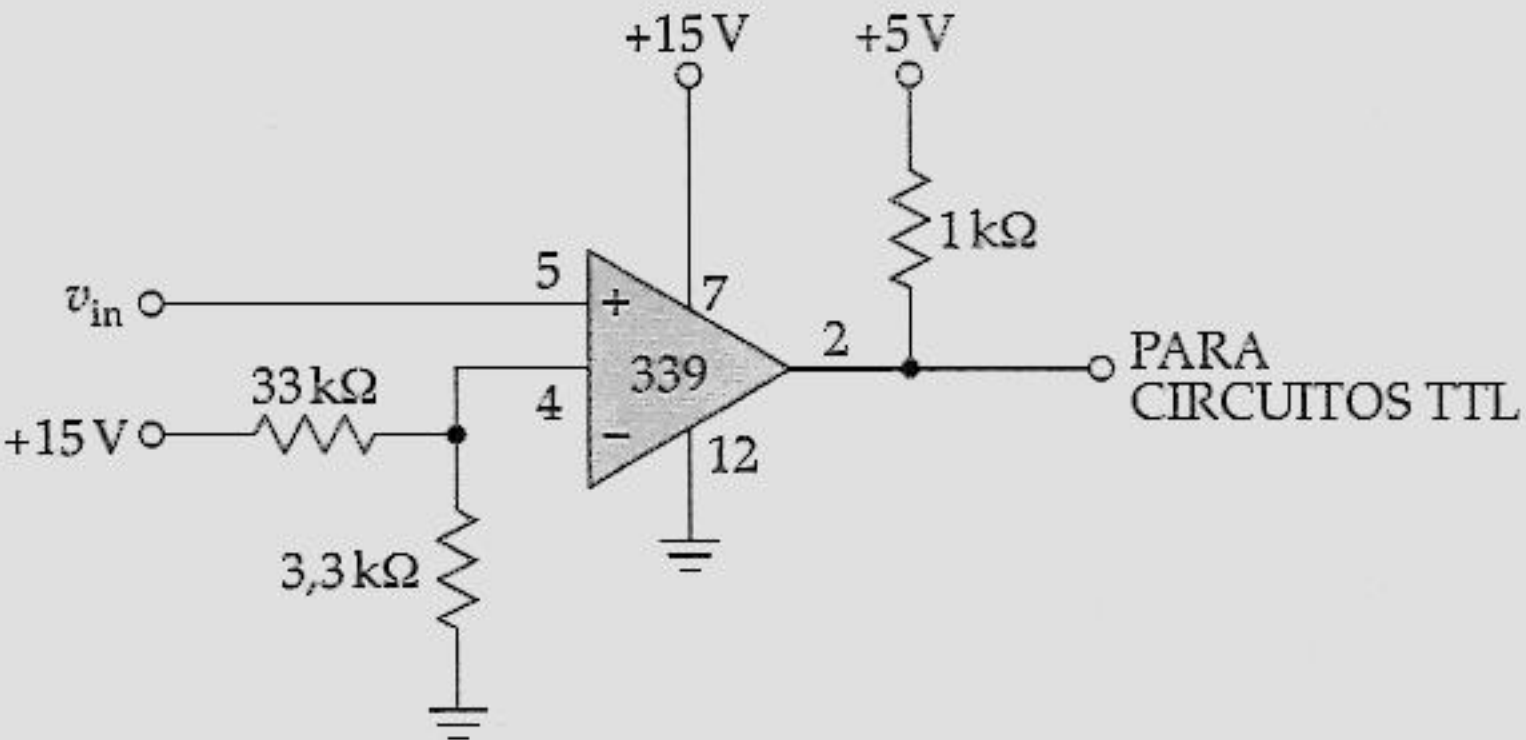

Figura 21.37 O comparador LM339.
- 21.6 Qual a tensão de referência do circuito da Figura 21.37?
- 21.7 Um capacitor de desvio de 47 μF é conectado em paralelo ao resistor de 3,3 kΩ da Figura 21.37. Qual a frequência crítica do
- 21.8 Sugira uma ou mais modificações no circuito da Figura 21.37 para obter uma tensão de referência de 1 V.